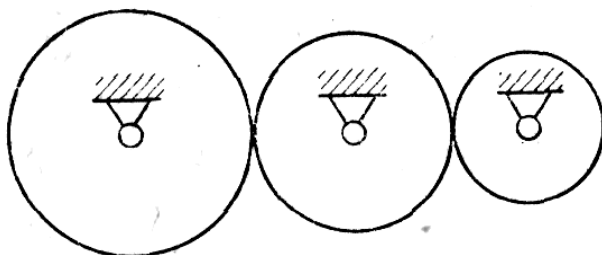

Рис. 1.15.
61. В каком из четырех ответов правильно указано число степеней свободы изображенного на рис. 1.15 зубчатого механизма?